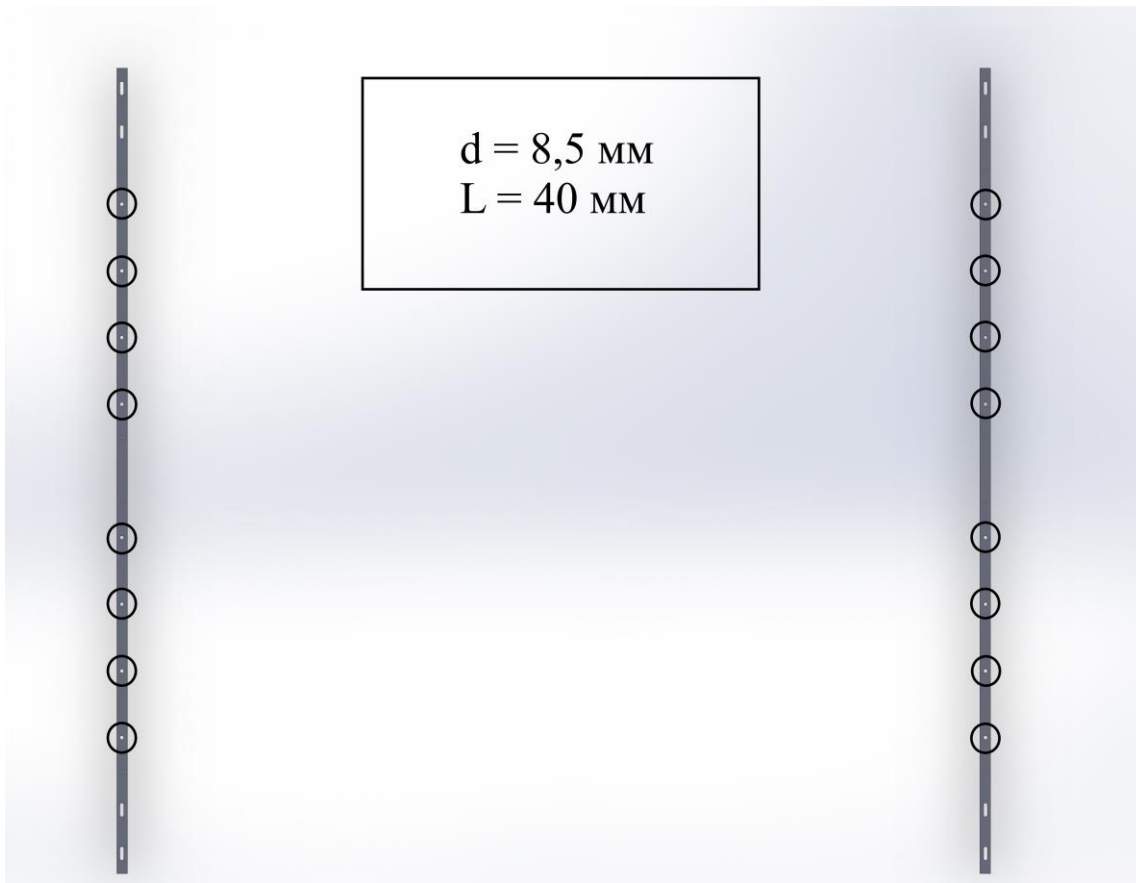

Рисунок 12
2.11 Используйте кронштейн как кондуктор для сверления отверстий в кузове полуприцепа для дальнейшей фиксации рам к полуприцепу. Необходимо просверлить 16 (по 8 для каждого кронштейна) отверстий диаметром $d = 8,5$ мм с глубиной сверления $L = 40$ мм (см. рисунок 12).